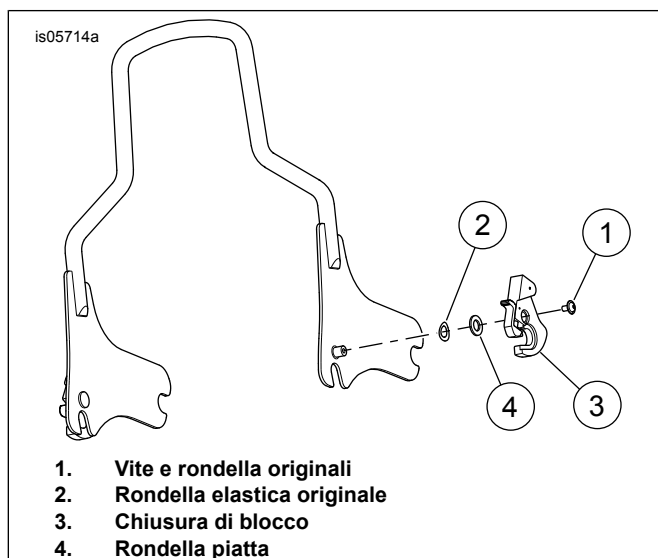

Figura 3. Installazione esterna destra
Portabagagli per sella biposto Tour-Pak	Vedere Figura 3, Installazione esterna destra
Kit portabagagli sella monoposto	Vedere Figura 3, Installazione esterna destra
2. Vedere Figura 3 Installare la rondella elastica originale (2) sul mozzo di montaggio.